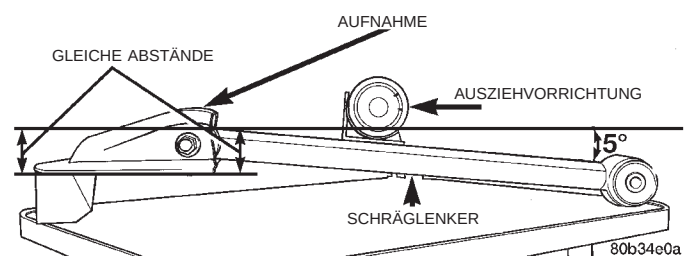

Abb. 29 Montagewinkel/Schräglenker
(1) Schräglenker so in die Aufnahme einbauen, dass die Längsöffnung im Schräglenker nach unten zeigt. Die Ebene des Schräglenkers in einem Winkel von 5 Grad zur Aufnahme/Montagefläche (zum Fahrzeug) ausrichten (Abb. 29). Dies lässt sich mit einer Ausziehvorrichtung mit Magnetfuß erreichen (Abb. 29). Sicherstellen, dass die Aufnahme waagrecht liegt. Dann den Schräglenker drehen, bis ein Winkel von 5 Grad erreicht ist (Abb. 29). **Die Einstellung dieses Winkels ist wichtig, damit sich das Gummilager beim Absenken des Fahrzeugs nicht verdreht.** Befestigungsschraube und Mutter mit einem Anzugsmoment von 100 N·m (75 ft. lbs.) festziehen. **Diese Schraube kann nach dem Einbau im Fahrzeug nicht mehr festgezogen werden.**